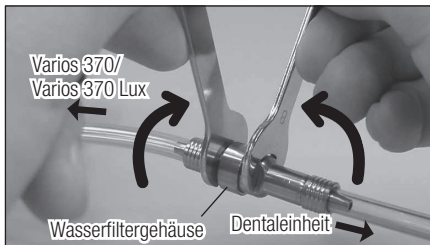

Abb.21
- 2) Legen Sie zwei Schraubenschlüssel (5x8) an und drehen Sie diese wie in Abb.21 gezeigt.